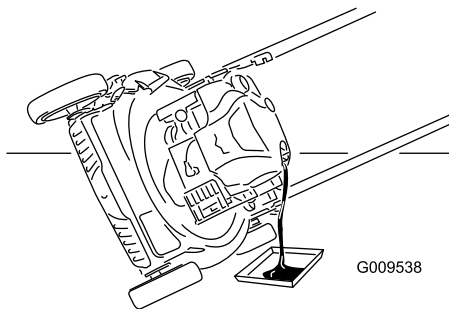

Figure 24
3. Inclinez la tondeuse sur le côté (filtre à air en haut) pour vidanger l'huile usagée par le goulot de remplissage (Figure 24).